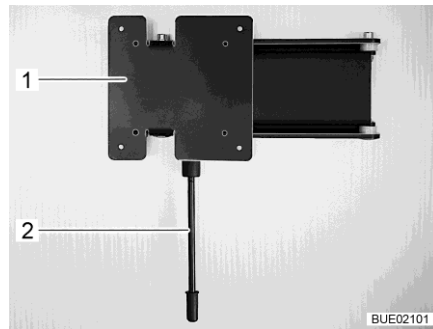

Fig. 110 Soporte de pared
- Tirar la palanca de desbloqueo (Fig. 110,1) hacia abajo y girar el soporte (Fig. 110,2) con la pantalla plana a la posición deseada.